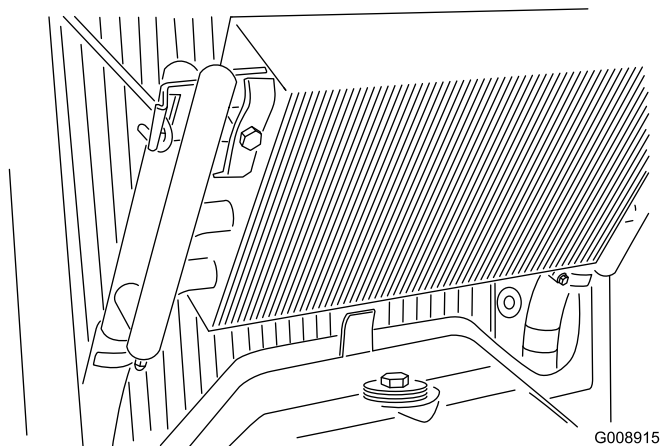

Figura 67
4. Sbloccate il radiatore dell'olio e giratelo indietro (Figura 67).